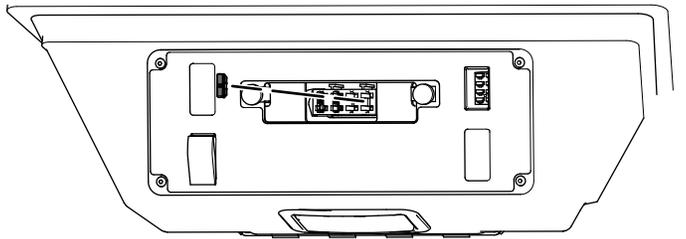

Bild 23
1. Setzen Sie die Sicherung in die Aussparung im Sicherungsblock ein, wie in Bild 23 dargestellt.